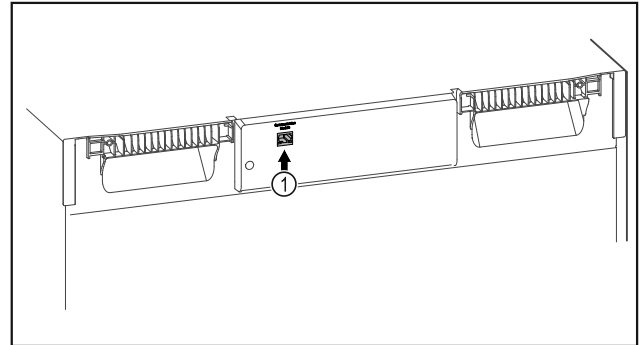

Fig. 88
- SmartModule Fig. 88 (1) este instalat.